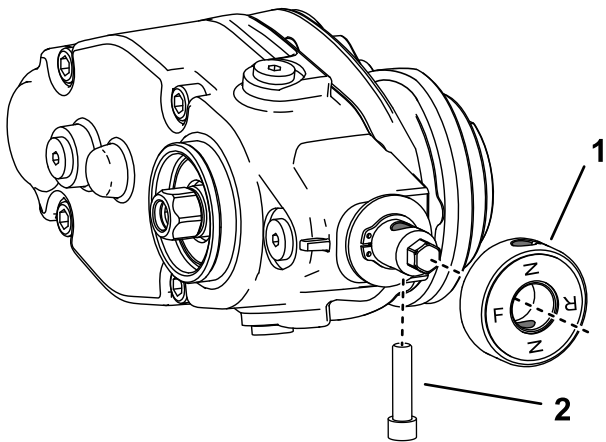

Figura 13
7. Si está instalando el groomer a la izquierda de la máquina, haga lo siguiente (Figura 13):